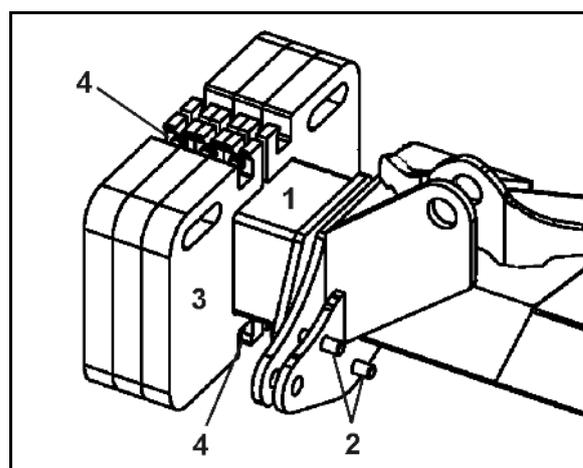

Fig. 34
Vor der Einstellung den Sicherungsbolzen (Fig. 34/2) ziehen.
Nach der Einstellung die Distanzelemente (Fig. 34/1) mit Sicherungsbolzen fixieren und mit Klappstecker (Fig. 34/3) sichern.
2. Hintere Distanzelemente herausschwenken (von der Anschlagsscheibe (Fig. 34/4) beginnend, an beiden Auslegern).
2. Vordere Distanzelemente herausschwenken (von der Anschlagsscheibe (Fig. 34/4) beginnend, an beiden Auslegern).